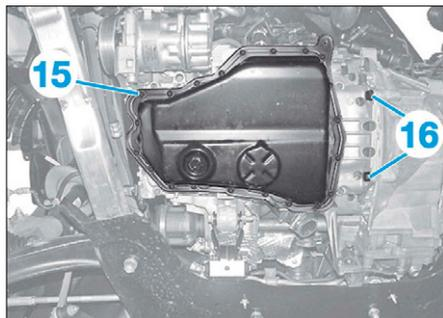

FIG. 23
- les vis de fixation du carter d'huile (15) (Fig.23),
- les vis (16),